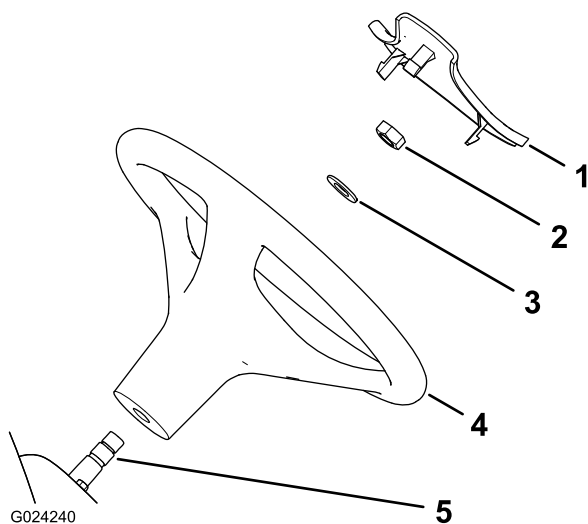

Figura 3
1. Se a tampa estiver instalada, retire a tampa do cubo do volante (Figura 3).
2. Desmonte a porca do eixo da direção (Figura 3).
3. Encaixe o volante e a anilha no eixo da direção (Figura 3).
5. Instale a cobertura no volante (Figura 3).